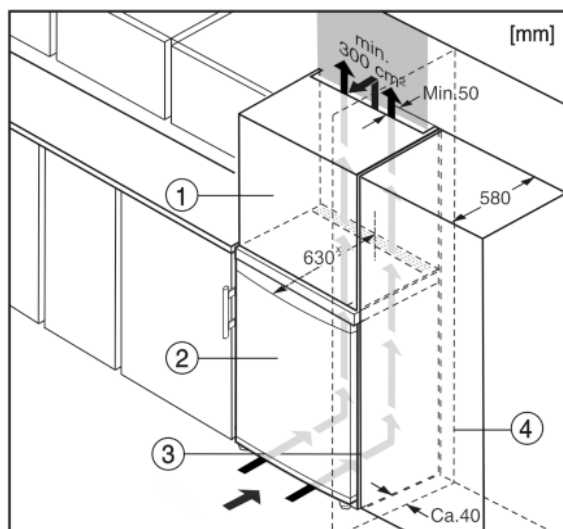

Fig. 5
- (1) Nástavná skříňka
- (2) Přístroj
- (3) Kuchyňská skříň
- (4) Stěna
Přístroj lze zabudovat do kuchyňských skříní. K vyrovnání přístroje Fig. 5 (2) na výšku kuchyňské linky lze na přístroj nasadit nástavec Fig. 5 (1).
Při montáži do kuchyňských skříní (hloubka max. 580 mm) lze přístroj instalovat hned vedle kuchyňské skříně Fig. 5 (3). Přístroj přesahuje přední stěnu kuchyňské skříně na stranách o 34 mm * a uprostřed o 50 mm *.
Když se přístroj instaluje závěsy vedle stěny Fig. 5 (4), musí být vzdálenost přístroje od stěny alespoň 40 mm. To odpovídá přesahu madla při otevřených dveřích.